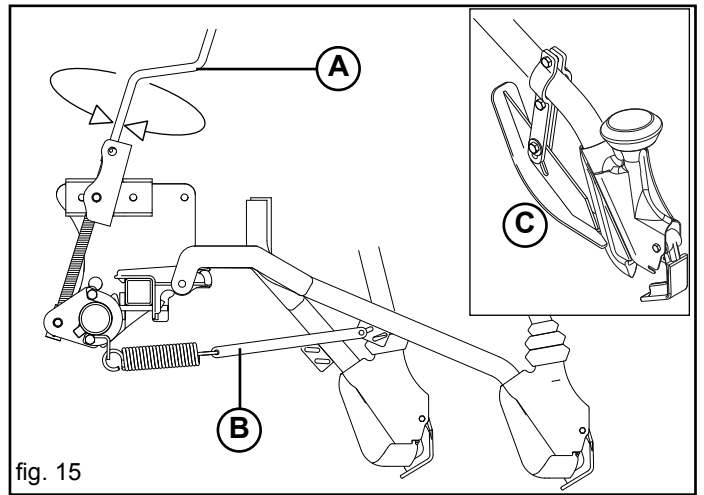

fig. 15
La profundidad de la siembra viene graduada, simultáneamente por todos los surcadores, mediante una manivela (A Fig. 15) que permite, si girada en sentido opuesto a los horarios, ejercer mediante los resortes de tracción, una mayor presión de los surcadores en el terreno y por lo tanto automáticamente una caída más profunda de la semilla.
Se puede graduar ulteriormente la presión individualmente variando la posición de los tirante (B Fig. 15).
**ACCESORIOS:** sólo con surcadores a reja la profundidad es determinada por el patín limitador (C, Fig. 15) modificando la posición. **IMPORTANTE:** para siembra en terrenos húmedos, a una profundidad superior a 5 cm, se aconseja retirar el patín limitador.